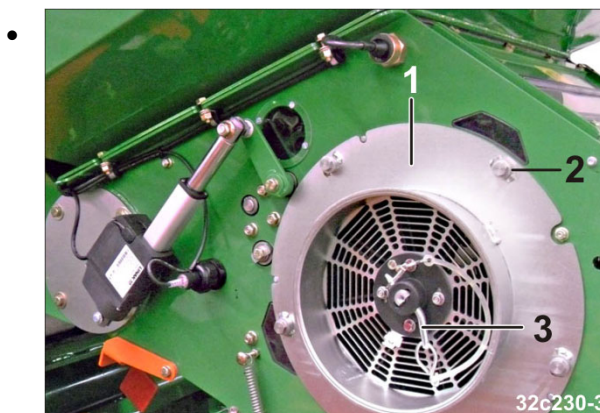

Рис. 269
3. Отверните винты (Рис. 269/2) шестигранным ключом из комплекта поставки.
4. Извлеките палец (Рис. 269/3).
5. Снимите крышку корпуса (Рис. 269/1).